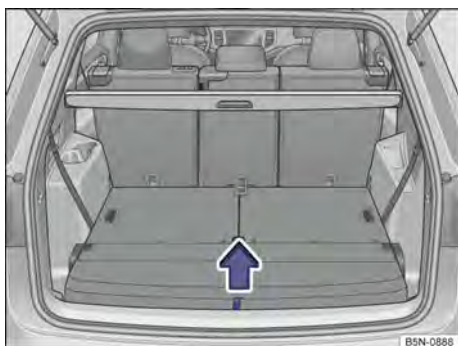

Fig. 191 En el maletero: levantar el piso del maletero.
- Tire del piso del maletero por el lazo → fig. 191 hacia arriba, en el sentido de la flecha, y extráigalo.